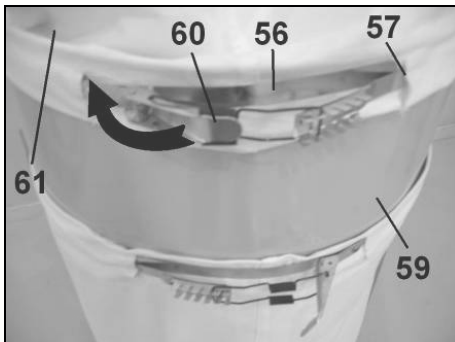

Fig 29
- Insérez la sangle de serrage (56) à l'intérieur de l'ourlet (57) du sac de filtration (61) (Fig 29).
- Placez le sac (61) en haut du collecteur (59), au-dessous du bourrelet de maintien.
- Positionnez correctement le sac (61), placez le crochet de la sangle dans les griffes de maintien et serrez en abaissant la manette (60).